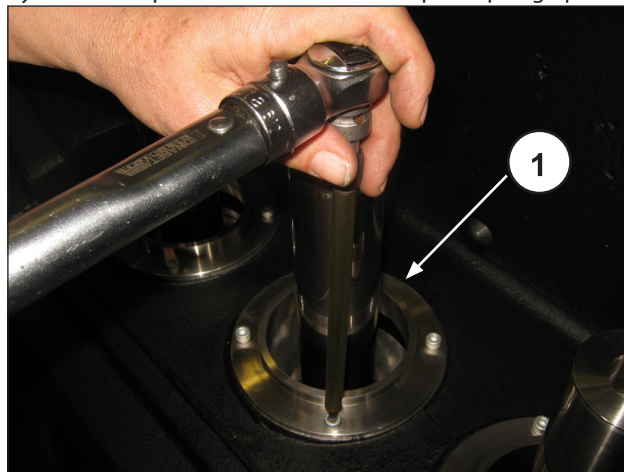

Fig. 160
Serrer les 4 vis M6 (rep. ①, Fig. 160) avec une clé dynamométrique étalonnée comme indiqué au paragraphe 3.